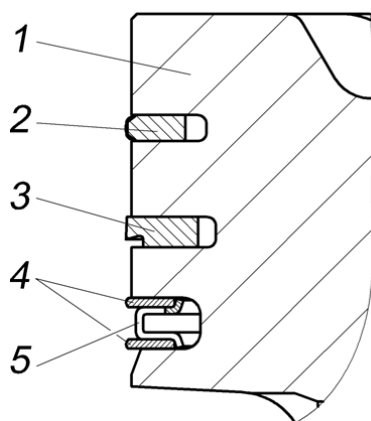

Рис.13. Поршневые кольца:
**Поршневые кольца** (рис.13) устанавливаются по три на каждом поршне: два компрессионных и одно маслосъемное.